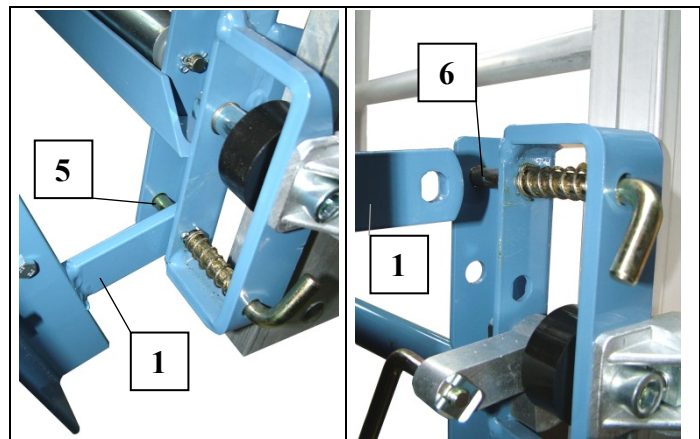

Fig. 42 Universalpritsche montieren
- Vario- Bühne (wie die Universalpritsche) an den unteren Federriegeln am Schlitten einhängen und an den beiden oberen Federriegeln abstecken (siehe Fig. 42).
- Riegel der Stütze (4) herausnehmen.
- Teleskoprohr (8) aus der Halteschraube (9) ziehen und ausklappen.
- Teleskoprohr (8) wieder abstecken.